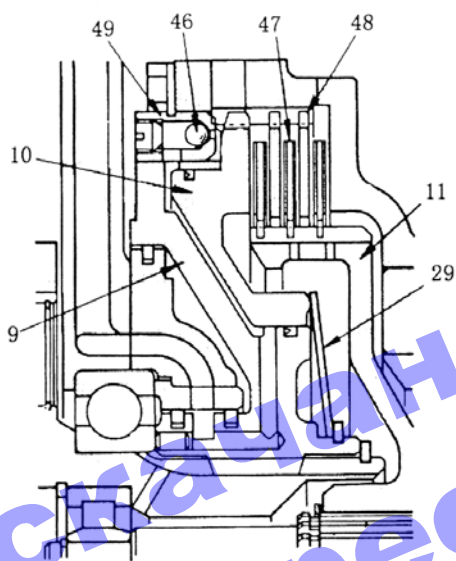

Рис. 5-19.
3. Функционирование шарового контрольного клапана муфты № 3 (Рис. 5-19)